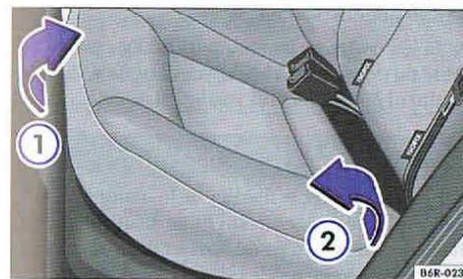

Fig. 31 Banquette arrière : escamotage de l'assise arrière.
- Soulevez l'assise arrière par le bord avant en la tirant vers le haut dans le sens de la flèche ⇒ fig. 31 ①.
- Escamotez l'assise de siège dans le sens de la flèche ②.